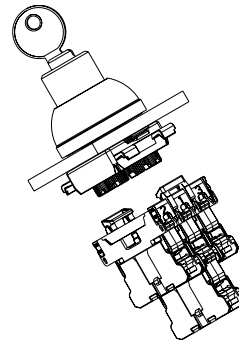

Abb. 5
2. Öffnen der Kontaktsicherung und Demontage der Kontaktelemente (siehe Abb. 5 und 6): Durch Anheben der beiden Kontaktsicherungen lösen sich diese aus der Verrastung und können anschließend um 90° weggeklappt werden. Erst danach können die Kontaktelemente demontiert werden.